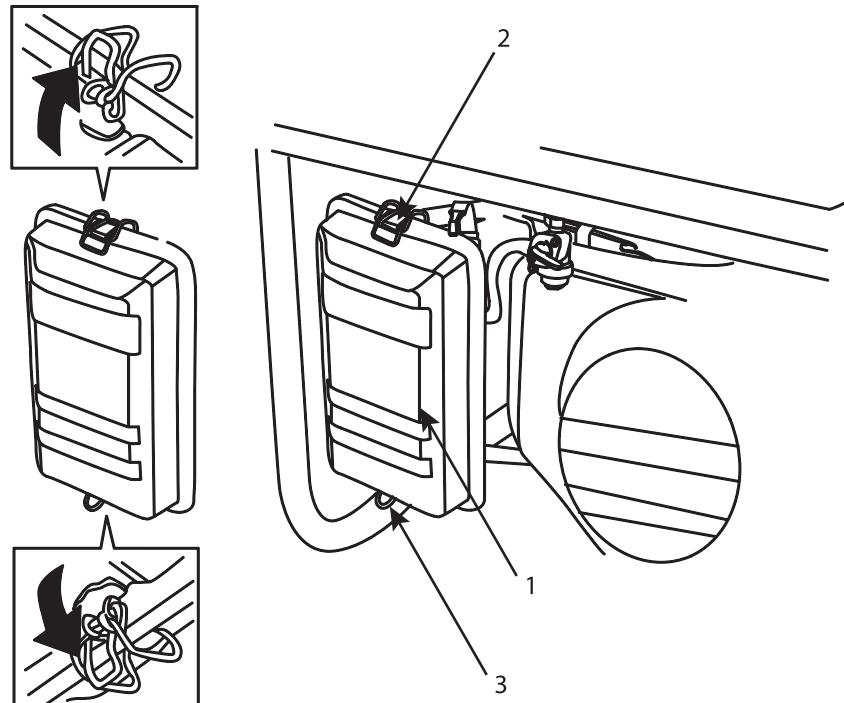

Рис. 6. Снятие воздушного фильтра
8.7.1. Отстегнуть зажимы (2, 3) крышки воздушного фильтра (1), см. рис. 6, снять крышку и достать фильтрующий элемент, см. рис. 6.